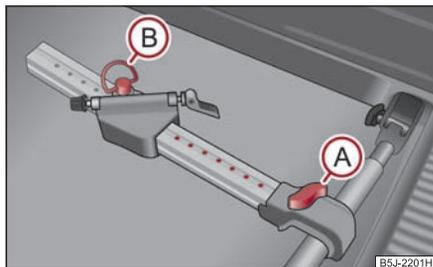

Fig. 90 Montar el portabicicletas
- Poner el portabicicletas autorizado sobre el travesaño, tras haber elevado el tornillo a **A** deslizar el larguero (pieza de aluminio) hasta el travesaño y enroscar el tornillo **A** en la tuerca ⇒ fig. 90.